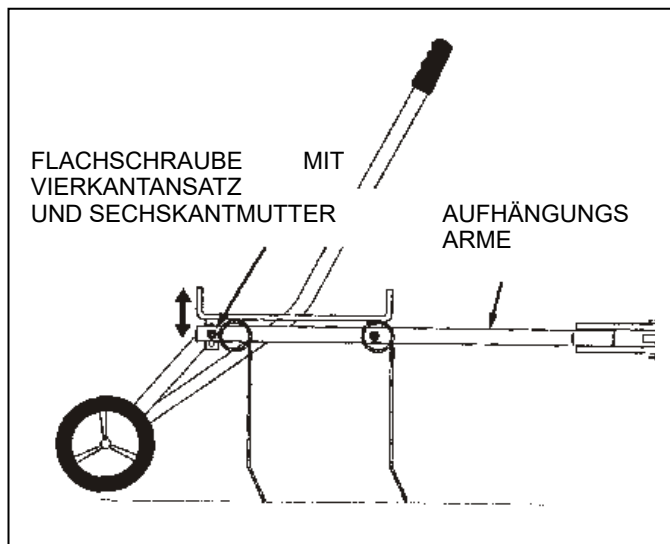

ABB. 10
1. Parken Sie die Zugmaschine auf einer ebenen Fläche, zum Beispiel in der Garage, und kuppeln Sie an der Zugvorrichtung dieser den Entmooser an. Siehe Abb. 10.
2. Lassen Sie nach der Einstellung der Zinkenabdeckung die Maschine mithilfe des Hebels in die Arbeitsstellung ab. Lösen Sie zwei Sechskantmutter und die Flachschaub mit Vierkantansatz, welche das hintere Ende des Aufhängungsarms zu den Montagehaltern des Aufhängungsarms festhalten. Stellen Sie die Zinkenabdeckung so ein, damit die vorderen und hinteren Zinken den Boden berühren. Ziehen Sie die Sechskantmutter wieder an. Siehe Abb. 10.